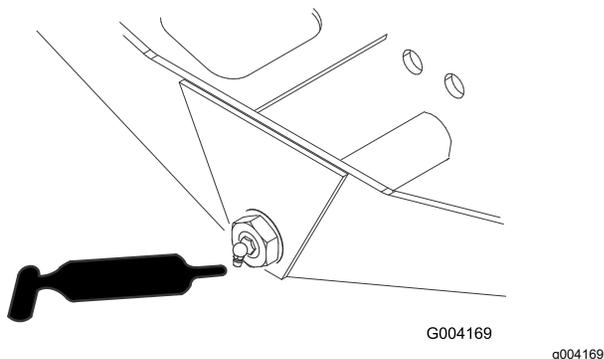

Рисунок 78
- Ось поворота моста (1 шт.) (Рисунок 78)